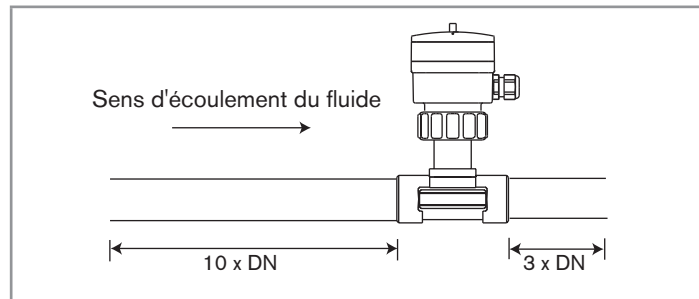
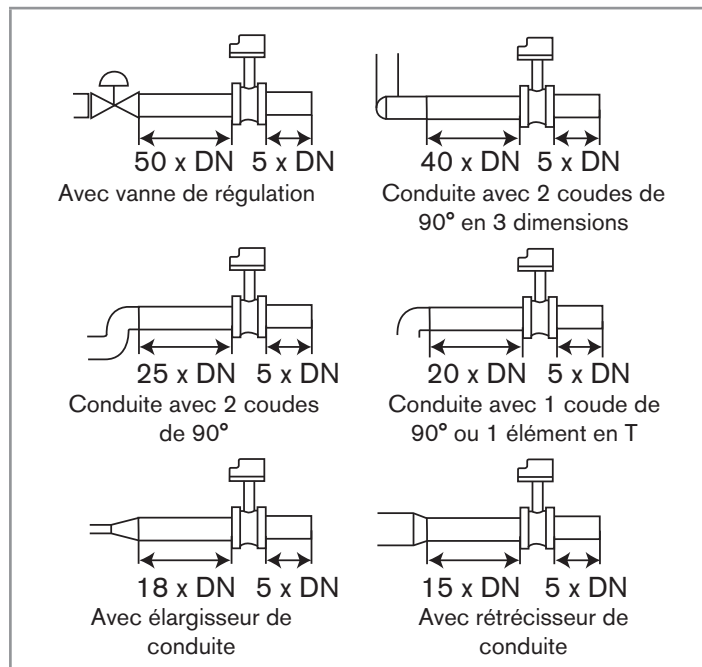

Fig. 7.3 : Distances amont et aval minimales
Fig. 7.4 : Distances amont et aval en fonction de la conception des conduites.
→ Pour la mesure du débit, installer le raccord sur la conduite de sorte que les distances amont ($10 \times DN$) et aval ($3 \times DN$) minimales soient respectées, comme l'indique la fig. 7.3.
- Pour la mesure du débit et en fonction de la conception des conduites, les distances préconisées dans la figure 7.3 peuvent être augmentées selon la norme EN ISO 5167-1 dont les schémas de la fig. 7.4 sont extraits :